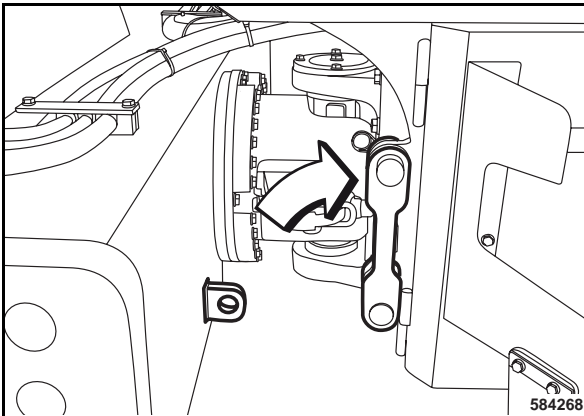

Fig. 144
- Después del transporte volver a soltar el seguro para la articulación de codo (Fig. 144), colocarlo en el soporte y asegurarlo con el pasador elástico.